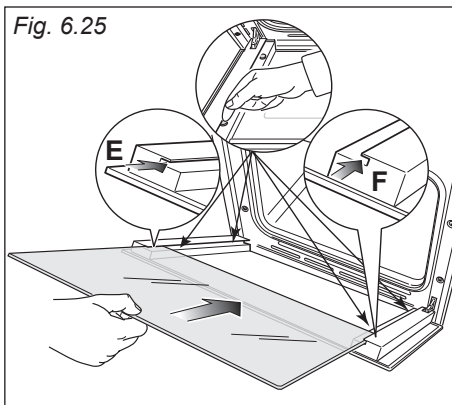

Fig. 6.26
- Inserire il vetro nelle guide "E" ed "F" (fig. 6.25) e farlo scorrere dolcemente fino ai fermi "H" (fig. 6.26).